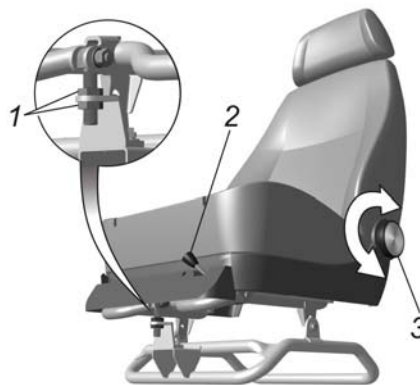

Рис. 6.1. Сиденье водителя:
**Сиденья.** Для удобства посадки сиденье водителя регулируемое. Для перемещения в продольном направлении нужно повернуть ручку 2 (рис. 6.1). Необходимый наклон спинки устанавливается вращением ручки 3.